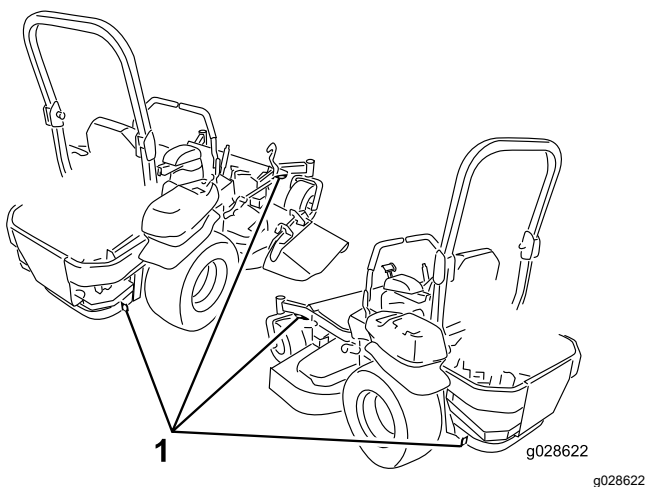

Figura 44
- Prenda a máquina perto das rodas giratórias frontais e pára-choques traseiro com correias, correntes, cabos ou cordas (Figura 44). Consulte as diretrizes locais relativas a requisitos de dispositivos de fixação.